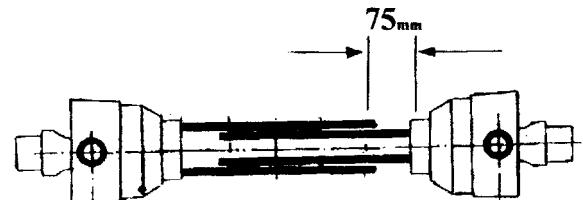

Fig. 10
- a) Asegúrese de que hay aproximadamente 75 mm de holgura entre los tubos y los protectores (Fig. 10). Si no es así corte ambas secciones a la longitud adecuada con un serrucho y quite cualquier rebaba con una lima redonda.